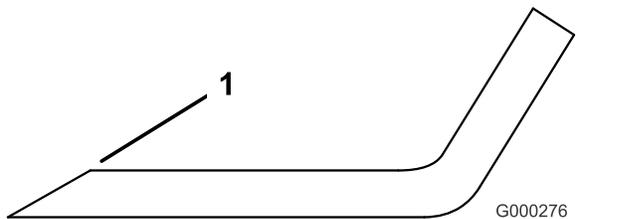

Figure 114
- Examinez les tranchants de toutes les lames et aiguisiez-les s'ils sont émoussés ou ébréchés (Figure 114).
**Remarque:** N'aiguissez que le haut du tranchant et conservez l'angle de coupe d'origine pour obtenir une coupe nette (Figure 114). Limez la même quantité de métal sur chacun des deux tranchants pour ne pas déséquilibrer la lame.